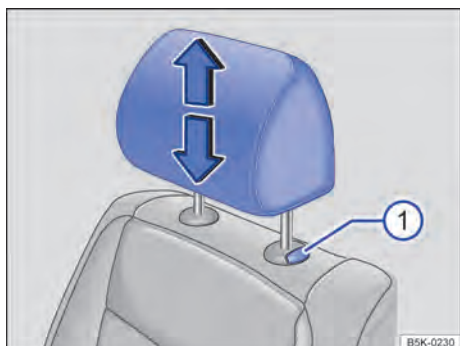
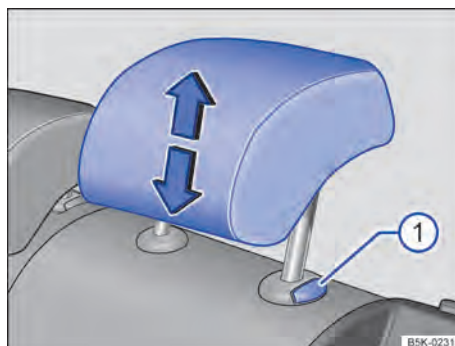

Fig. 62 Ajustar o apoio para cabeça dianteiro.
Fig. 63 Ajustar o apoio para cabeça traseiro.
- Empurrar o apoio para cabeça para cima no sentido da seta ou, com o botão  \Rightarrow Fig. 62  ou \Rightarrow Fig. 63  pressionado, empurrar para baixo \Rightarrow .